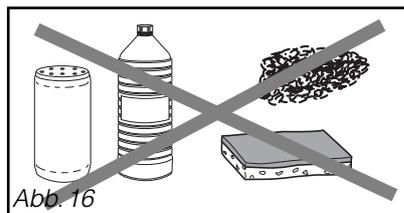

Abb. 16
- Verwenden Sie in keinem Fall (Abb. 16)